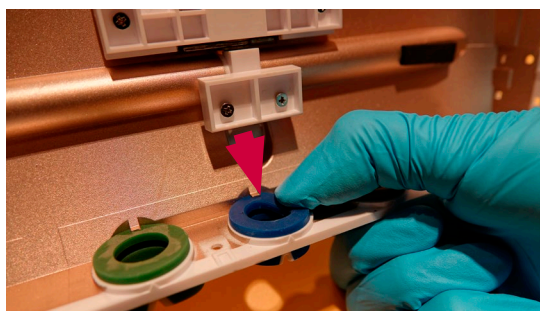

Figur 24 Farveangivelsen på VDI-kortet skal stemme overens med farveringen
- f) **Sørg for, at farveringen på bagbeklædningen har samme farve som angivelsen på VDI-kortet (figur 24)**
Vær opmærksom på, når bagbeklædningen monteres igen, at de farvede prikker på VDI-kortet (figur 24) stemmer overens med farverne på de farveringe, de placeres ved.